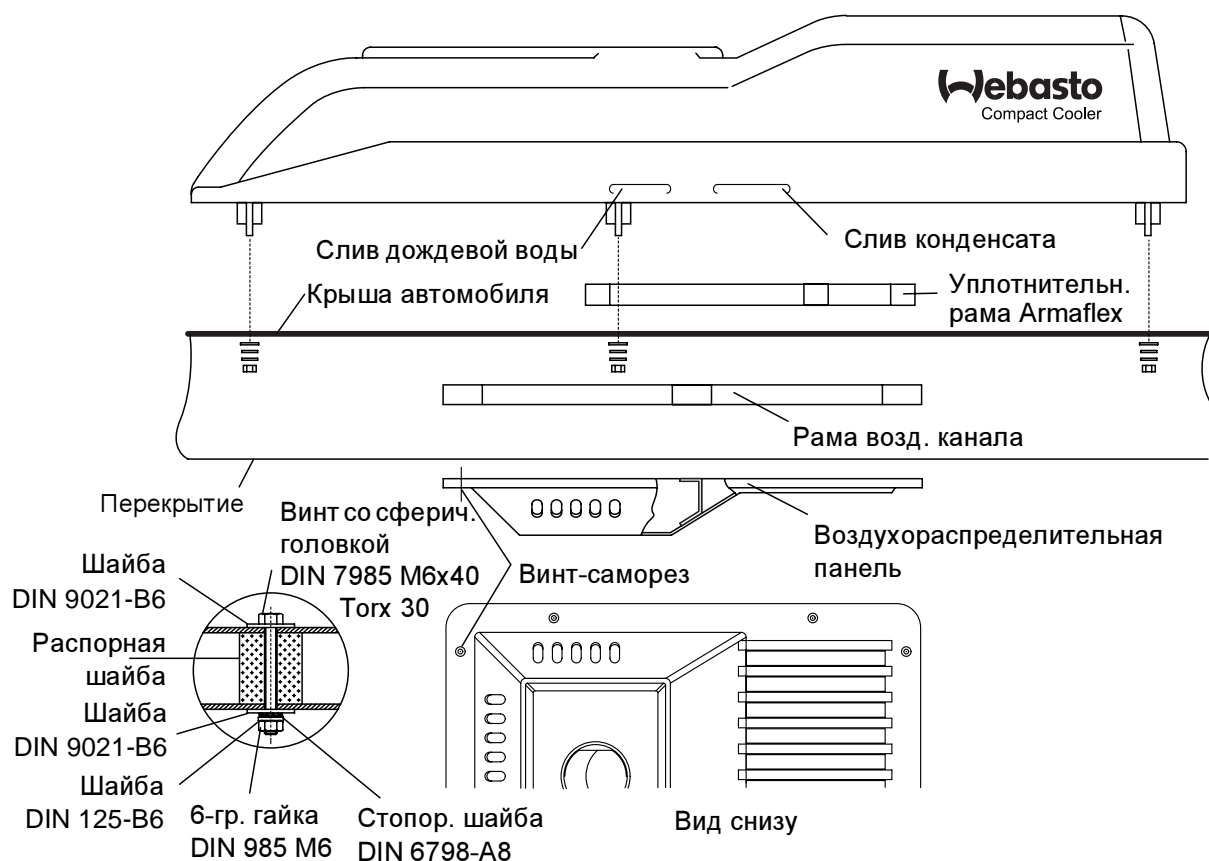

Рис. 4.4
- Подготовьте внутреннее пространство крыши таким образом, чтобы воздухораспределительная панель можно было установить под крышей (см. рис. 4.4).
- b) Положите опорную плиту на крышу, на уплотнительную раму, выровняйте ее, расположите распорные шайбы под 8 пунктами крепления и вставьте 9 винтов М6 (с шайбами) в просверленные отверстия (рис. 4.4).
- Расположите воздухораспределительную панель, как изображено на рис. 4.4, и с помощью 10 винтов-саморезов прикрутите ее к промежуточному перекрытию или к подходящим, при необходимости изготовленным самостоятельно металлическим держателям. Если был заказан фильтр для оптимальной очистки циркулирующего воздуха, то его следует расположить на участке забора воздуха воздухораспределительной панели.